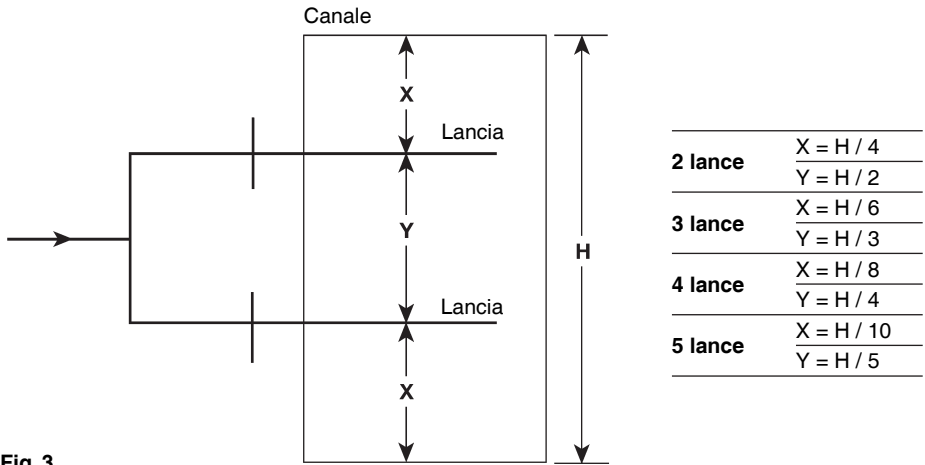

Fig. 3
- 3.2.4 Nei sistemi multi-lancia le lance devono essere posizionate ed inserite in modo tale che ci sia una distribuzione equamente distribuita su tutta l'area di sezione del condotto oppure della centrale di trattamento come mostrato a fig. 3. Si dovrà prestare una particolare attenzione alla posizione dell'alimentazione vapore principale rispetto le tubazioni di interconnessione, vedere le fig. 5, 7, 8 e 9. Generalmente si possono installare orizzontalmente fino a 5 lance per applicazione. Nel paragrafo 3.3.4 sono riportate alcune raccomandazioni relative al numero di lance in funzione dell'altezza del canale oppure della centrale di trattamento dell'aria.
3.3.3 Per la migliore garanzia che non ci siano problemi di condensazione del vapore nella condotta e per ottenere la minima distanza di assorbimento, le lance dovranno essere posizionate come mostrato nella fig. 3.